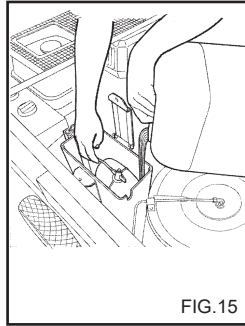

FIG. 15
- 5) Ungefähr 3 liter Frostschutzmittel in den Wasserbehälter giessen. (Fig. 15).